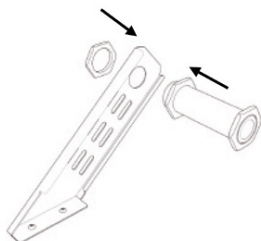

Рис. 1
5. Трубка для катушки крепится к держателю двумя винтами (Рис. 1). Держатель катушки крепится к раме 3D принтера двумя винтами (Рис. 2), после чего, катушка помещается на держатель.